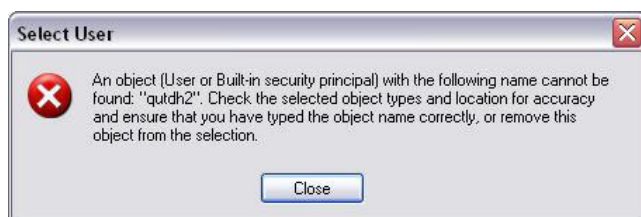

Рис. 42
10. Если компьютеру не удастся найти ваше имя пользователя, появится сообщение об ошибке Рис. 42. Проверьте выбираемые типы объектов и место, затем повторите ввод имени пользователя. Если сообщение об ошибке возникает повторно, свяжитесь с ИТ-специалистом, чтобы получить дальнейшую помощь.